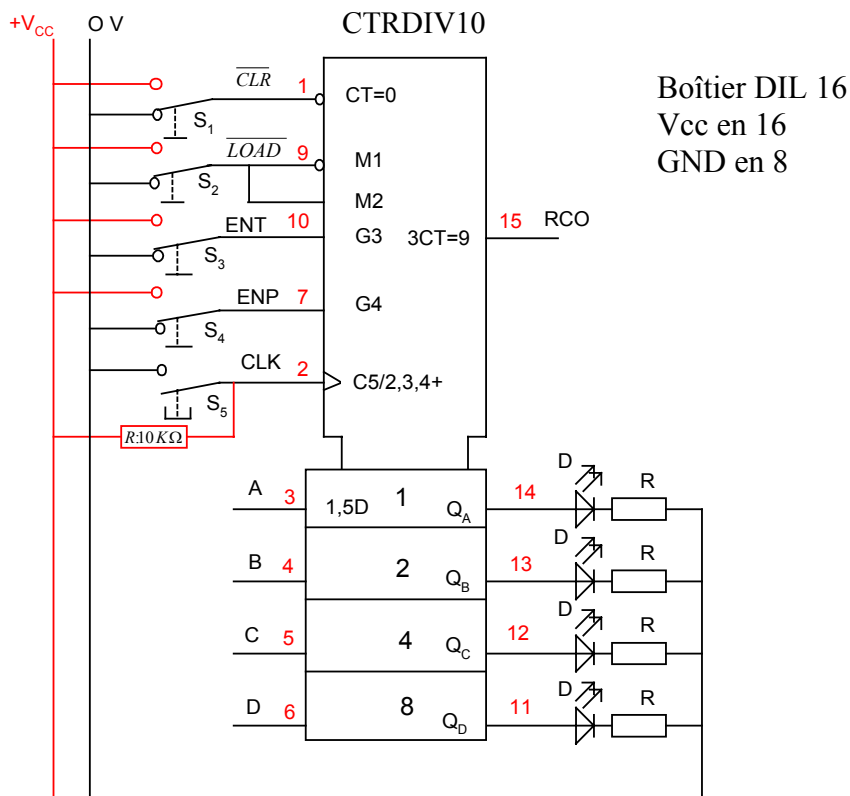

Figure 2
- Monter le circuit de la figure 2.
- Monter le reste du circuit de la figure 2 et assurez vous du bon fonctionnement de celui-ci. N'oubliez pas d'ajuster le générateur à 120 Hz.